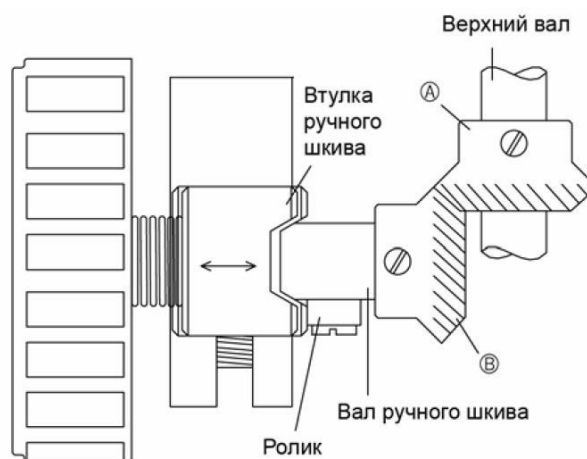

Рисунок 33 – Регулировка ручного шкива
*Регулировка ручного шкива* (рисунок 33). Шестерня В должна соприкаться с торцом вала ручного шкива, для чего нужно ее сместить вдоль оси вала после ослабления винта крепления.